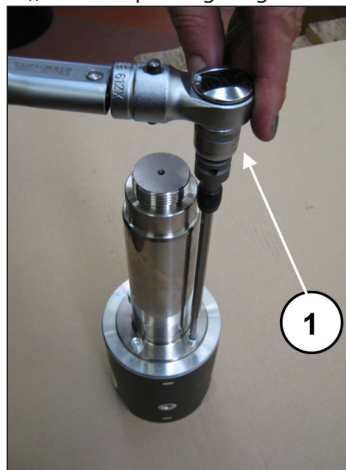

Abb. 49
Setzen Sie die Pleuelstange in die entsprechende Aufnahme an der Pleuelstange ein (Pos. ①, Abb. 48) und befestigen Sie die Stange mit den 4 Zylinderkopfschrauben M6x20 (Pos. ①, Abb. 49).
Eichen Sie die Schrauben mit einem Drehmomentschlüssel (Pos. ①, Abb. 49), wie in Kapitel 3 gezeigt.